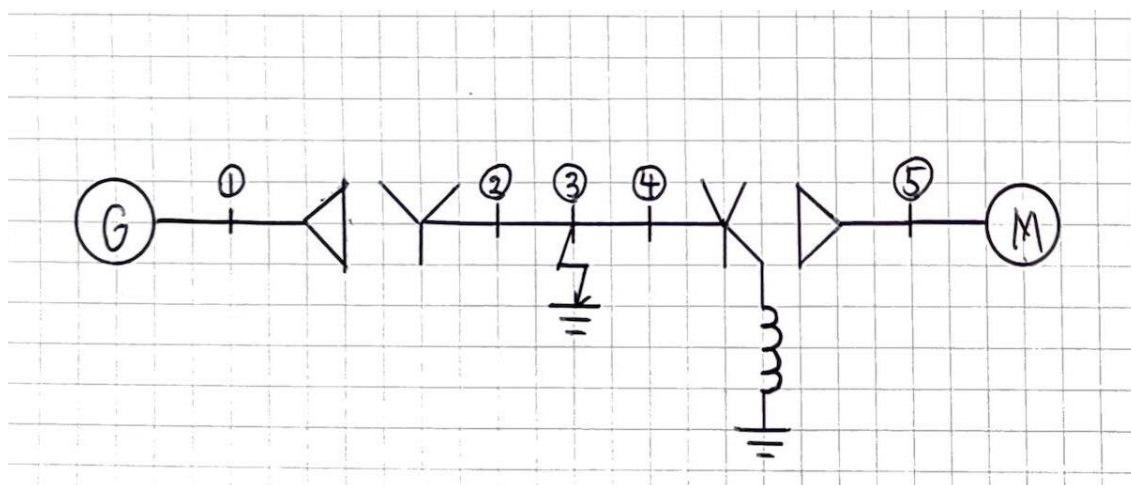

図1 モデル系統
本プログラムは図1に示す系統の③点において三相地絡故障が発生した際、ノード①、②、③、④、⑤点に流れる電流、かかる電圧を求めるものです。